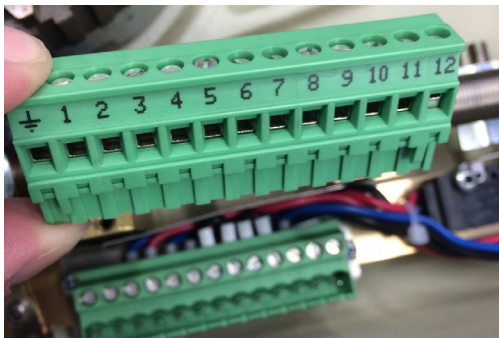

Bild 1
2. Ta ur plintens övre del, se bild 1.